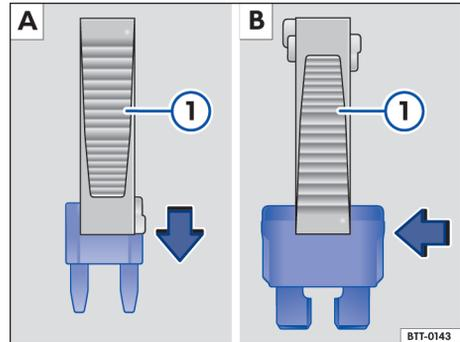

Fig. 195 Retirar o colocar un fusible.
- En el caso de los *fusibles pequeños*, agárrelos con la pinza desde arriba ⇒ fig. 195 **A**.